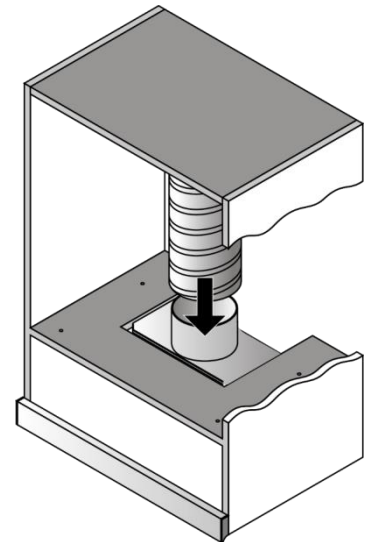

Рис.5.2
6.8 Якщо витяжка буде працювати в режимі відведення повітря в димохід, змонтуйте повітропровід вибраного діаметра відповідно до інструкції (рис. 5.2), забезпечивши його герметичність. **Зверніть увагу, чим коротший і пряміший повітропровід, тим вища продуктивність, шум і вібрація в витяжці.**